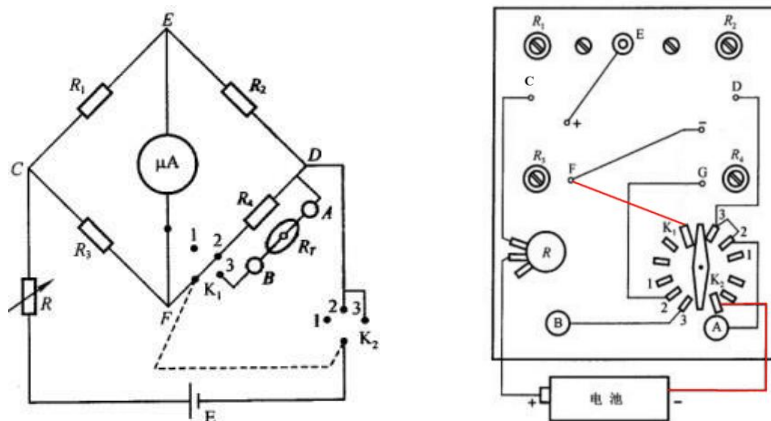

图 16-4 半导体温度计参考电路 图 16-5 半导体温度计底板配置图
半导体温度计的温度测量范围是  $20\sim 70\text{ }^{\circ}\text{C}$ 。要求微安计的全部量程均能有效地利用，即：当温度为  $20\text{ }^{\circ}\text{C}$  时，微安计指示为零；而温度为  $70\text{ }^{\circ}\text{C}$  时，微安计指示为满刻度。图 16-4 为半导体温度计的参考设计电路，图 16-5 为其相应的底板配置图。
(1) 在焊接电路前用万用表测量并调节  $R_1=R_2$ ，并使之阻值达到式 (16-4) 的计算值 (可以取比计算值略小的整数)。注意，在随后的制作过程中应保持  $R_1$  和  $R_2$  阻值不变。如不小心改变了阻值，应将开关置于 1 档，拔下 E 处接线，断开微安计，用万用表重新测量并调节  $R_1$  和  $R_2$ 。
(2) 用电烙铁焊接电路。要注意对照线路原理图 (图 16-4) 和底板配置图 (图 16-5)，确定实验所用元件、位置及线路的连接方向。注意正确使用电烙铁，学会焊接，防止重焊、虚焊、漏焊、断路和短路。焊接时  $K_1$  放在 1 档，微安计